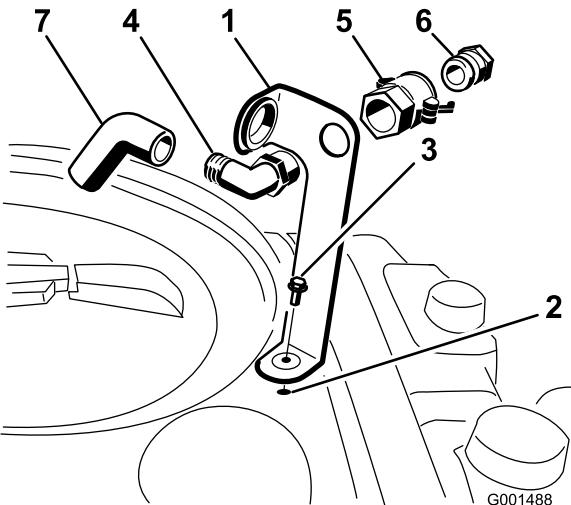

Figure 3
avec un boulon à embase (5/16" x 3/4") (Figure 3).
2. Passez l'extrémité filetée du raccord coudé à 90 degrés dans le trou du support et vissez-y le raccord rapide pour le fixer au support (Figure 3).
3. Raccordez l'adaptateur de flexible au raccord rapide (Figure 3).
4. Bloquez l'adaptateur en place en basculant les leviers vers l'adaptateur puis en les fixant en position avec les goupilles fendues (Figure 3).
5. Placez le flexible antisiphonnage dans la grande ouverture du support et branchez-la à l'extrémité cannelée du raccord coudé à 90 degrés (Figure 3).
6. Raccordez l'adaptateur de flexible au raccord rapide (Figure 3).
7. Bloquez l'adaptateur en place en basculant les leviers vers l'adaptateur puis en les fixant en position avec les goupilles fendues (Figure 3).
8. Placez le flexible antisiphonnage dans la grande ouverture du support et branchez-la à l'extrémité cannelée du raccord coudé à 90 degrés (Figure 3).